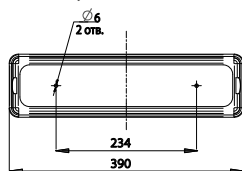

рис. 1 LAD LED LINE-OZ-15/25
- 5.5. Просверлить в корпусе светильник два отверстия $\varnothing 6$ мм (рис. 1, 2).